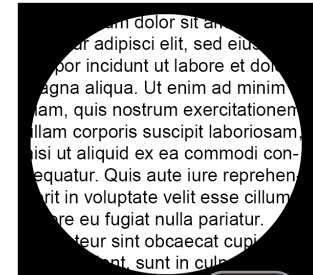

Fig. 15
5. Le résultat final de l'opération de centrage doit être similaire à celui de la figure 15.